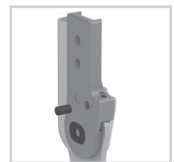

Abb. 20
- 8 Treiben Sie den Gewindegewindestift von der Rückseite wieder in die Bohrung ein (Abb. 20).